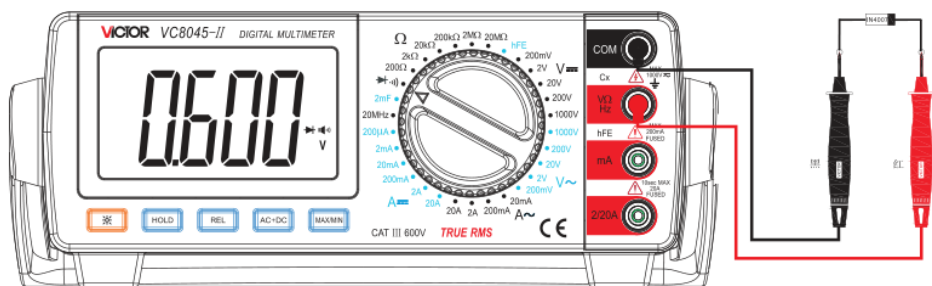

Рис. 6. Проверка диода. Подписи у щупов: чёрный / красный.
(5) Проверка диодов и целостности цепи (рис. 6)